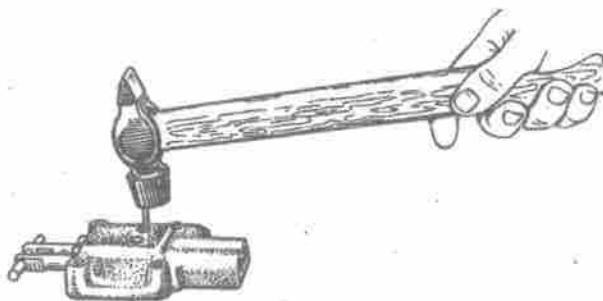

Bild 132. Einsetzen der Stifte in die Hebel der Schalteinrichtung
5. Stifte über die oberen Bohrungen im Deckel einsetzen und sie bündig eintreiben, so daß die Hebel unbeweglich an den Schaltschienen befestigt werden (Bild 132).